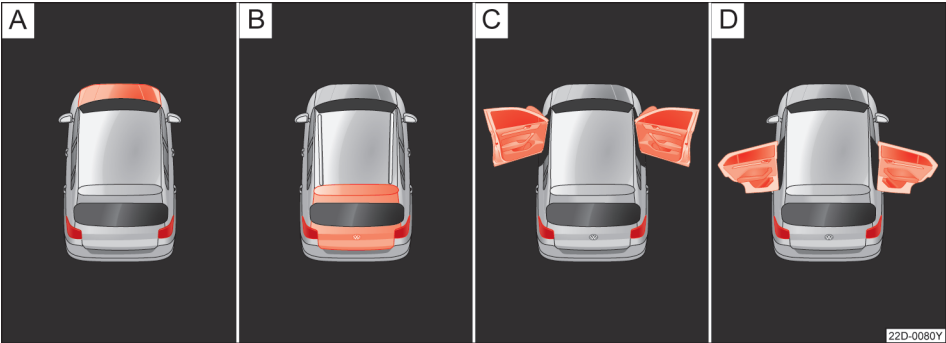

图 13 显示屏显示：[A] 发动机舱盖处于打开状态，[B] 行李厢盖处于打开状态，[C] 前车门处于打开状态，[D] 后车门处于打开状态
- 车门、发动机舱盖和行李厢盖未关闭→图 13
→图 13 说明：